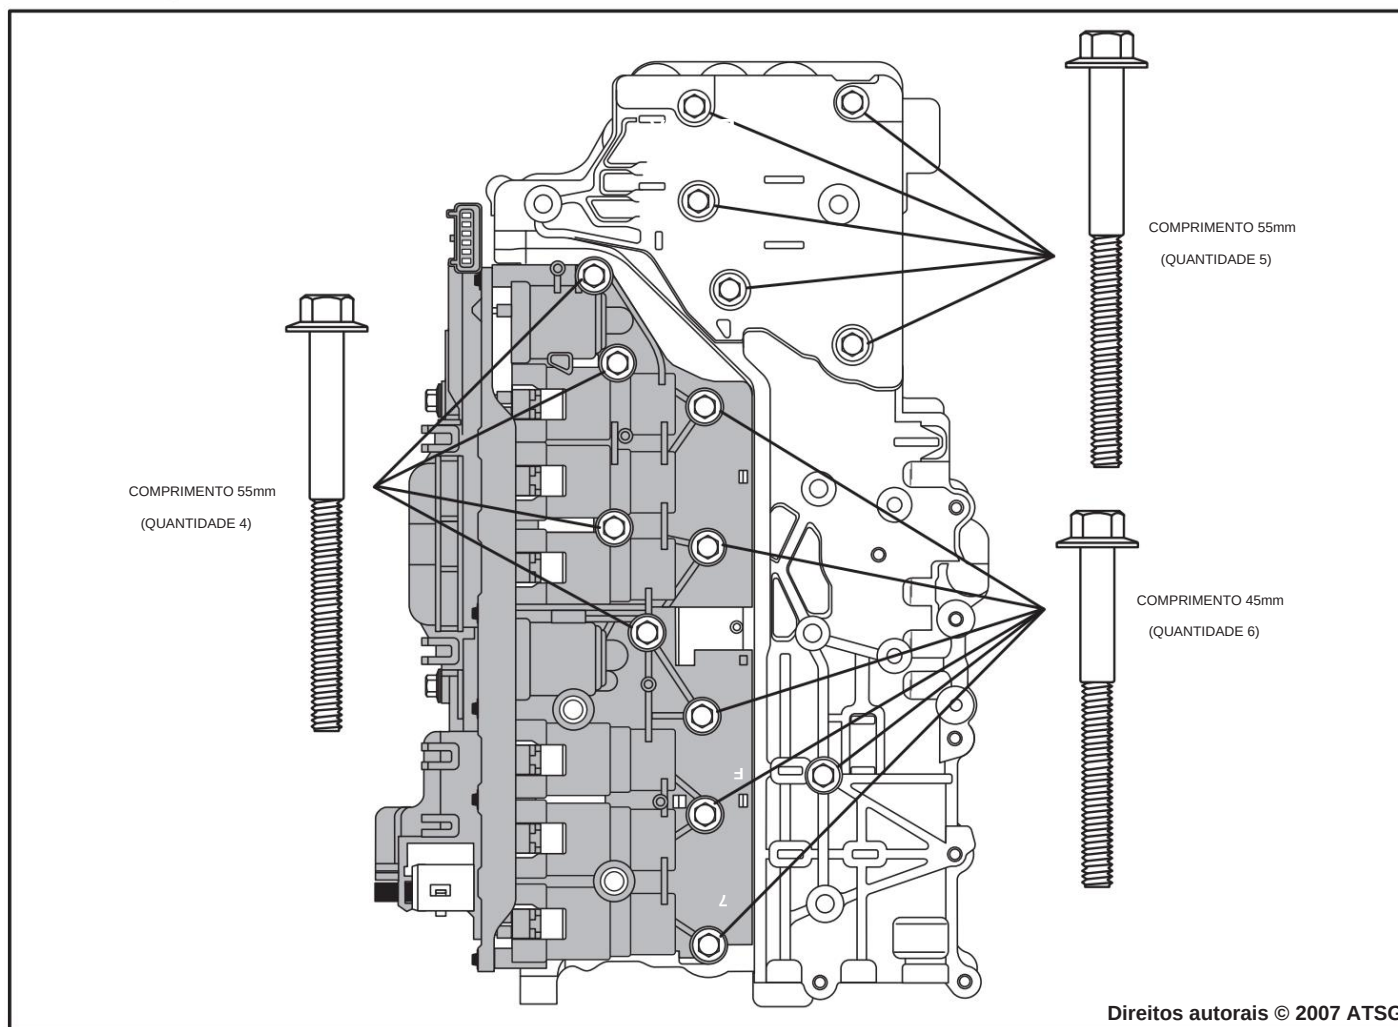

Figura 147
26. Instale os nove (9) corpos da válvula com comprimento de 55 mm parafusos nos locais mostrados na Figura 147 e aperte manualmente somente neste momento.
27. Instale os seis (6) corpos da válvula de 45 mm de comprimento parafusos nos locais mostrados na Figura 147 e aperte manualmente somente neste momento.